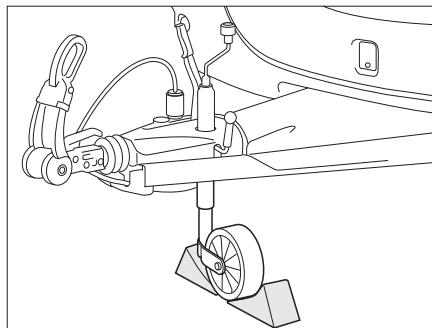

Fig. 159 Retener la rueda de soporte
- Colocar la rueda de soporte en posición transversal con respecto a la dirección de marcha y retenerla con dispositivos adecuados (Fig. 159).